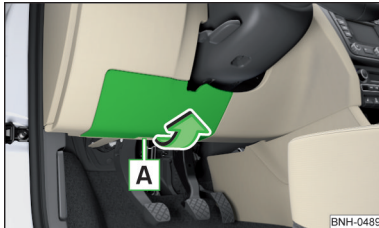

Abb. 167
- Die Abdeckung des Sicherungskastens im Bereich **A** fassen und in Pfeilrichtung abnehmen » Abb. 167.